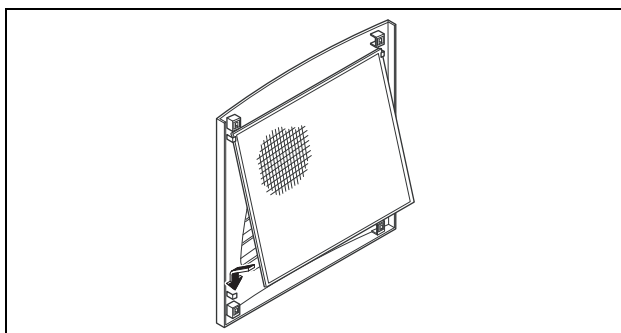

Fig. 26 : montage de la cartouche filtrante
- Poser la cartouche filtrante dans la grille à lamelles (voir fig. 26) et la remettre en place en exerçant une simple pression sur les clips de fixation.